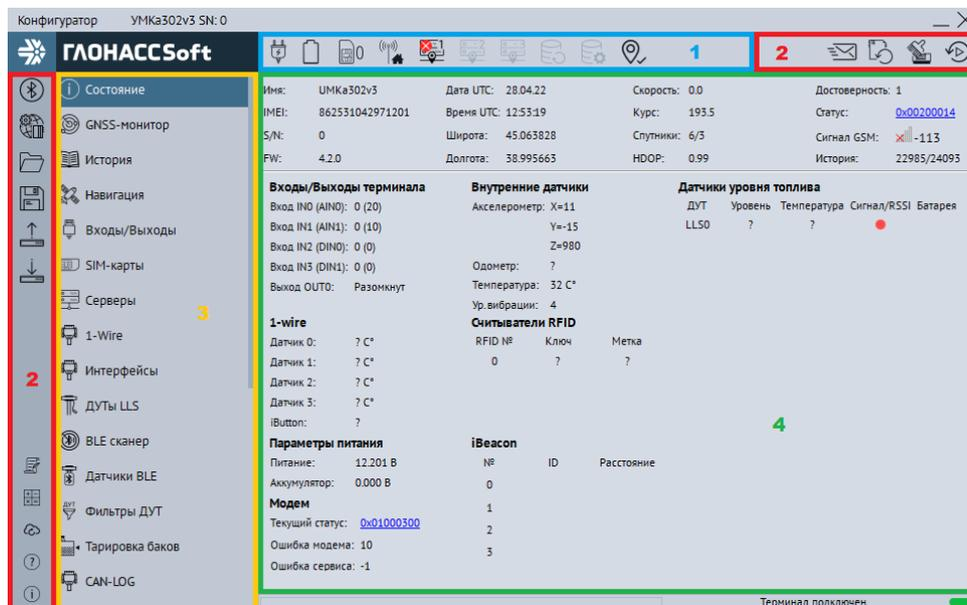

Рисунок 3.8 Стартовое окно «Состояние»
Для запуска приложения, перейдите в «Пуск» → «Все программы» → «Конфигуратор УМКаЗХХ». Откроется стартовое окно конфигуратора (Рисунок 3.8), которое условно можно разделить на четыре зоны: Панель статуса (1), панели инструментов (2), дерево настроек (3) и окно отображения информации (4).
Для просмотра и редактирования настроек терминала воспользуйтесь вкладками настроек (Рисунок 3.8). При нажатии на вкладку в окне отображения информации можно посмотреть соответствующие значения и настройки и отредактировать их.
На вкладке «Состояние» (Рисунок 3.8) отображается общая информация о терминале, состоянии входов/выходов терминала, внутренних и внешних датчиков.